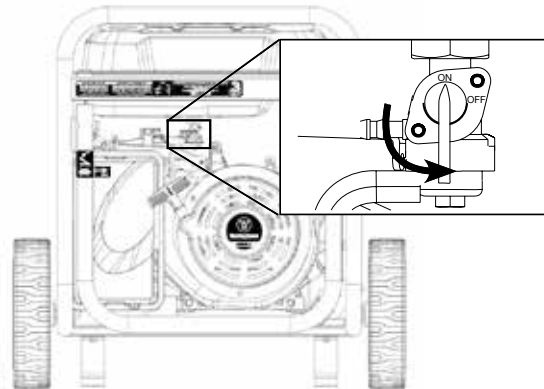

Figura 9 - Cierre de combustible - ENCENDIDO
- ① Posición de funcionamiento del disyuntor principal de 240 / 120V
- ② Posición disparada del disyuntor principal de 240 / 120V
- ③ Posición de funcionamiento del disyuntor de 120V
- ④ Posición disparada del disyuntor de 120V
4. Mueva la válvula de cierre de combustible a la posición de ENCENDIDO (vea la Figura 9).
3. Mueva la válvula de corte de combustible a la posición de ENCENDIDO (vea la Figura 9).